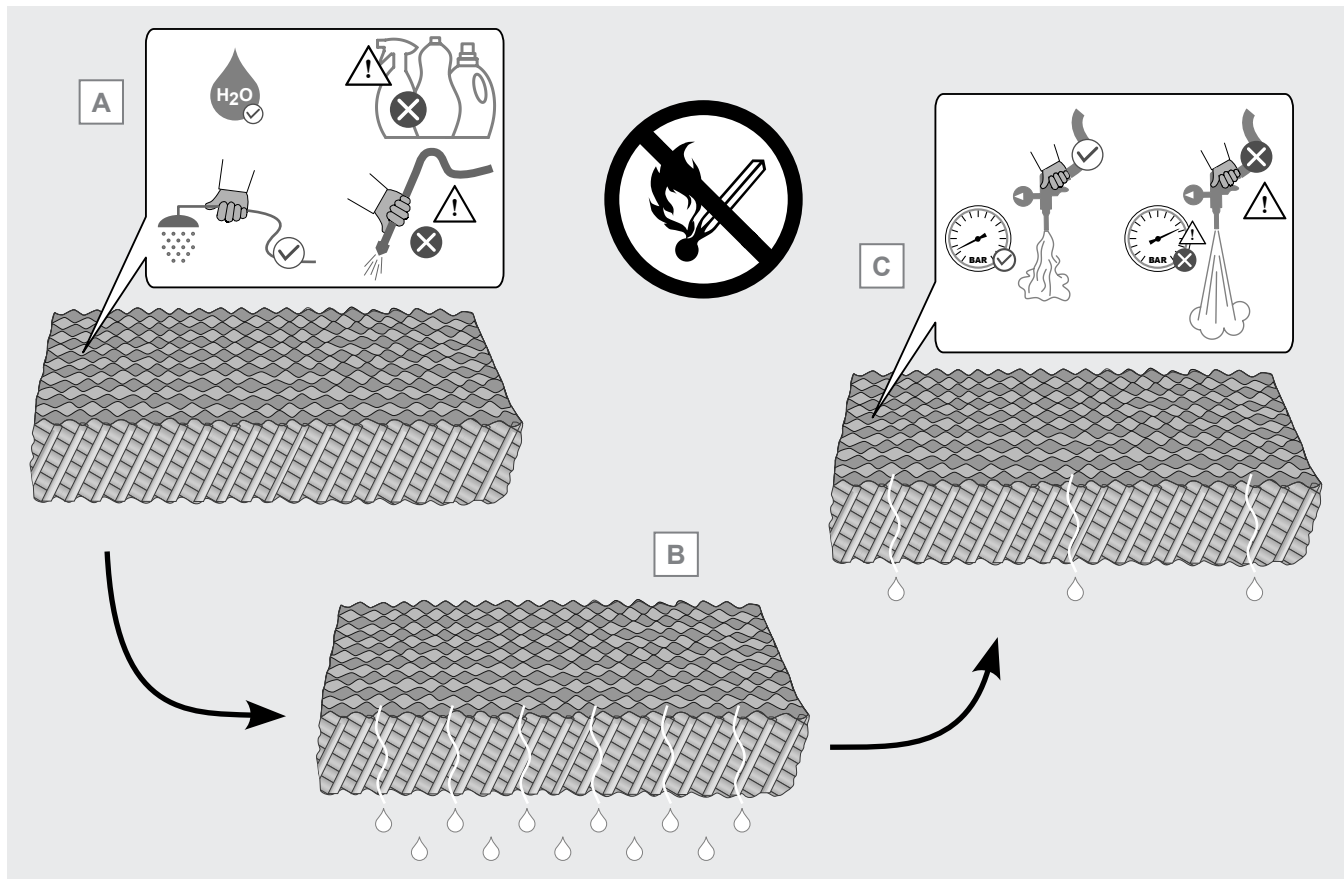

Figura 19
- 12.9.11 Per la pulizia utilizzare soltanto acqua. Non utilizzare detergenti, prodotti anticalcare, sostanze schiumogene, acide o alcaline. L'utilizzo di detergenti o altre sostanze per la pulizia dei pannelli può portare al deterioramento del cartone, proliferazione di alghe, proliferazione di batteri. Alghe, batteri e microorganismi in generale possono compromettere definitivamente la struttura del pannello e quindi la sua prestazione. V. Figura 19 A.
- 12.9.12 Una volta effettuata la pulizia, lasciare defluire l'acqua dal pannello per alcuni minuti, v. Figura 19 B. Se necessario, rimuovere l'eccesso di acqua con un getto di aria compressa a bassa pressione. Prestare attenzione a non danneggiare i pannelli con una pressione eccessiva, v. Figura 19 C.